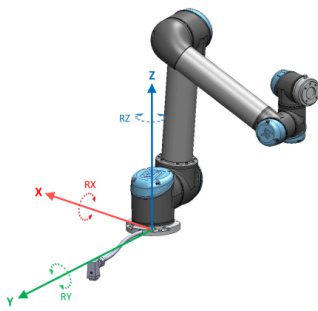

FIGURE 13.1 – Fonction de base
- Fonction de *base* : son origine se trouve au centre de la base du robot (voir figure 13.1)